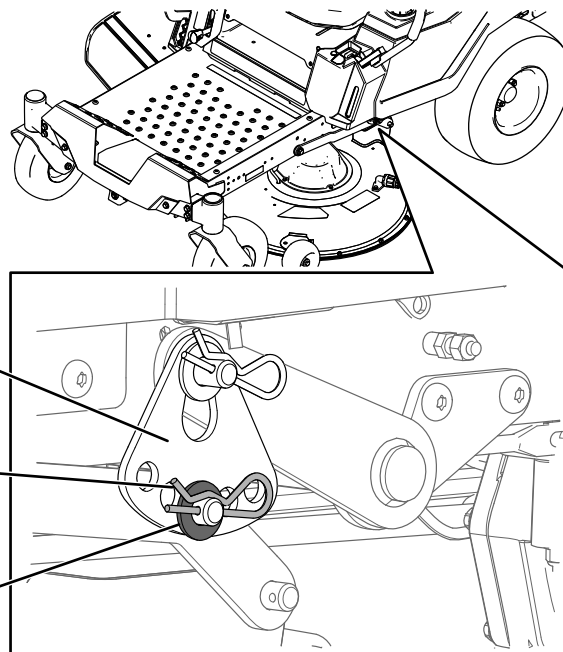

Figura 70
6. Remova o perno de gancho e a anilha do pino do braço de elevação (Figura 70).